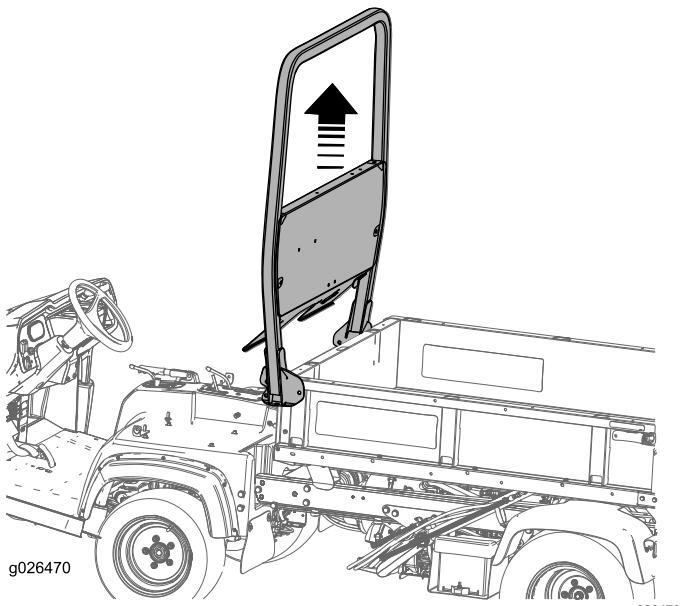
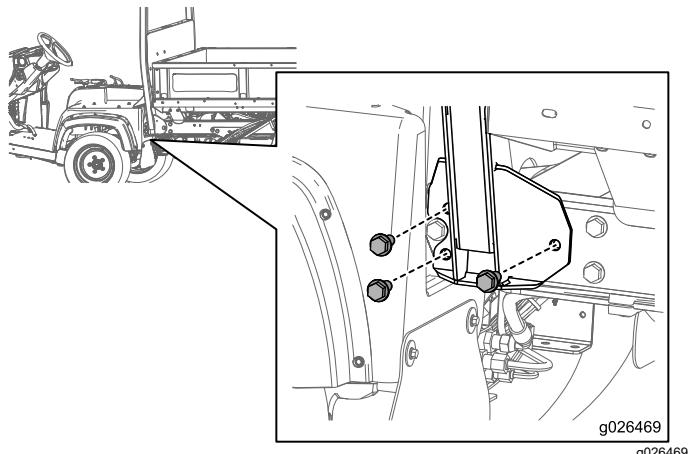

Figura 10
Figura 9
1. Retire os seis parafusos que prendem o conjunto do ROPS à estrutura da máquina, como se mostra na Figura 9 e na Figura 10.